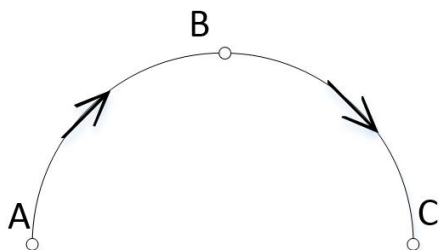

图 8.2 三点圆弧插补
- 1) Circle_Mode=0, 表示三点圆弧模式, 如图 8.2 所示。
在使用三点圆弧模式时, 需要在圆弧轨迹上确定 3 个不重合的点, 如图 8.2 中的 A、B、C 三点。在指令中, A 代表圆弧插补轴 0 和 1 的当前位置, 不需要设置; B 代表圆弧经过的点, 需要设置为参数 AuxPos; C 代表圆弧的终点位置, 需要设置为参数 Endpos。